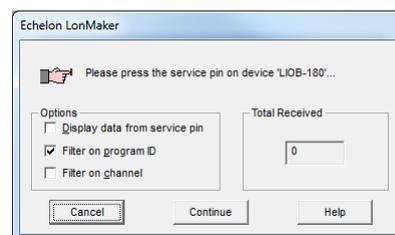

Abbildung 104: Auf den Service-Pin des Geräts warten
- Dann erscheint der Dialog mit dem Service-Pin Anforderer (siehe Abbildung 104). Drücken Sie den Status-Taster auf dem Austauschgerät.